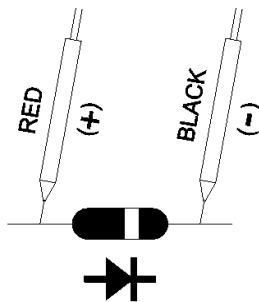

Fig. 2-
- 5) a. Lors d'un branchement avec la polarité indiquée dans la Fig. 2, un courant d'alimentation est établi et la valeur de tension d'alimentation de diode approximative (VF) s'affiche en Volt à l'écran. Si la diode testée est défectueuse, une valeur de « 0.000 » ou proche de « 0.000 » (court-circuit) « OL » (circuit ouvert) s'affiche.